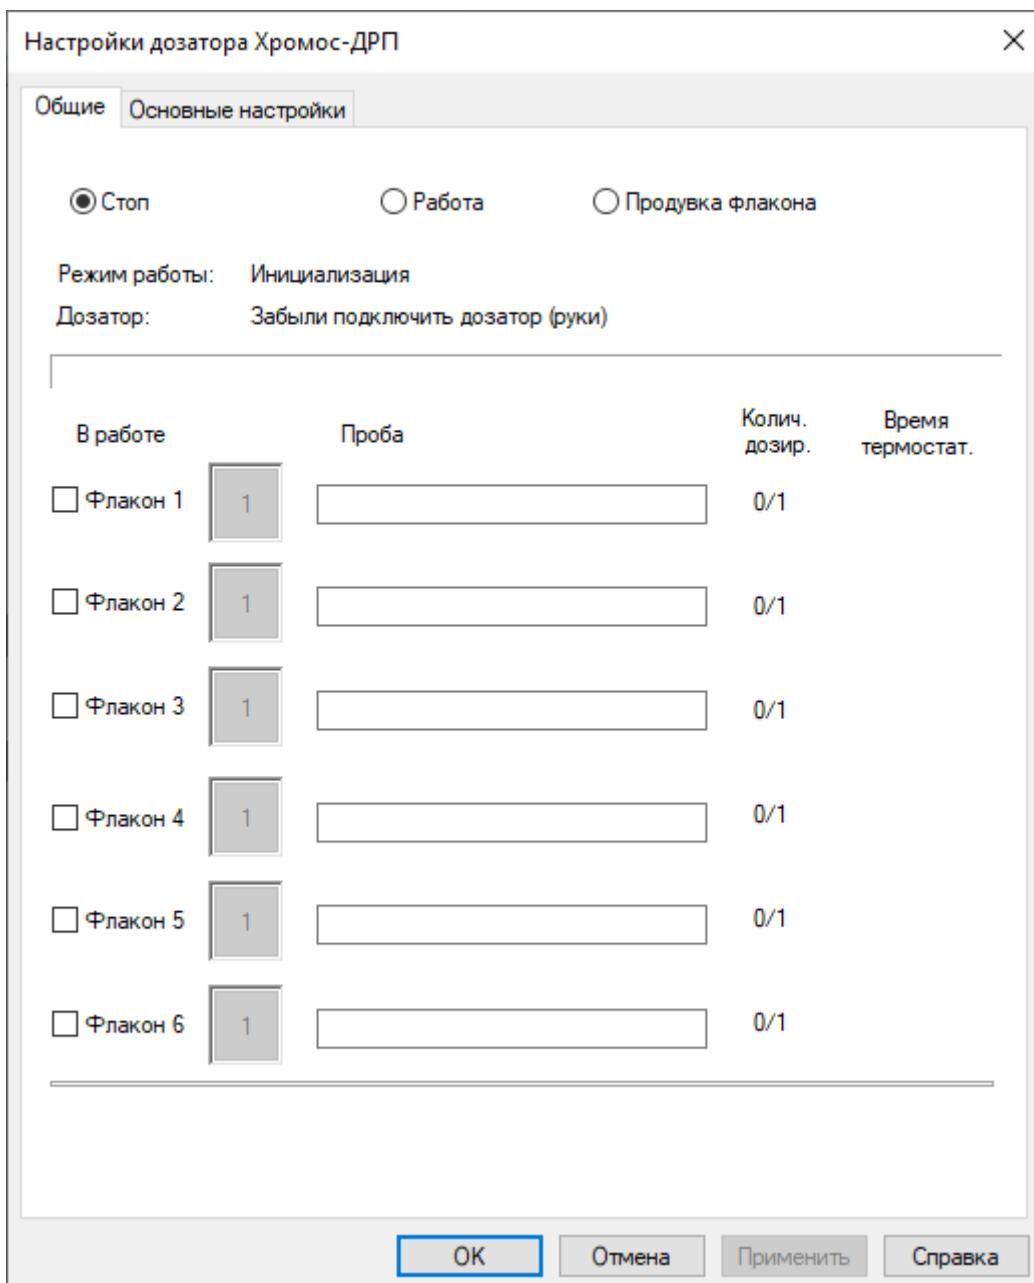

Рис. 81: Окно «Установки прибора ДРП-А > Общие»
1. В окне *Установки прибора ДРП-А* перейдите на вкладку *Общие* (Рис. 81).